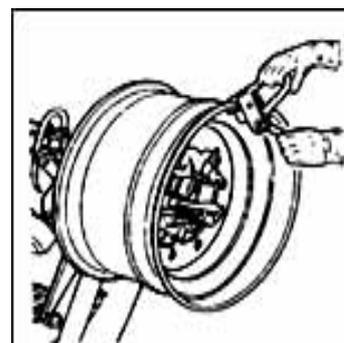

Fig 18
- (1) Если обод снят с зажимного устройства, установите его обратно, как описано в разделе «Фиксация обода».
- (2) Смажьте оба борта шины и обод специальной смазкой.
- (3) Установите тиски на внешнем крае обода в крайней верхней точке (рис. 18). Убедитесь в том, что тиски правильно и надежно зафиксированы.